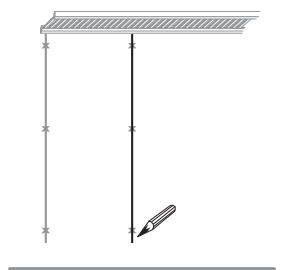

FIG. 2.5
7. Tracer une deuxième ligne sur le mur parallèle à la première. (Fig. 2.5)